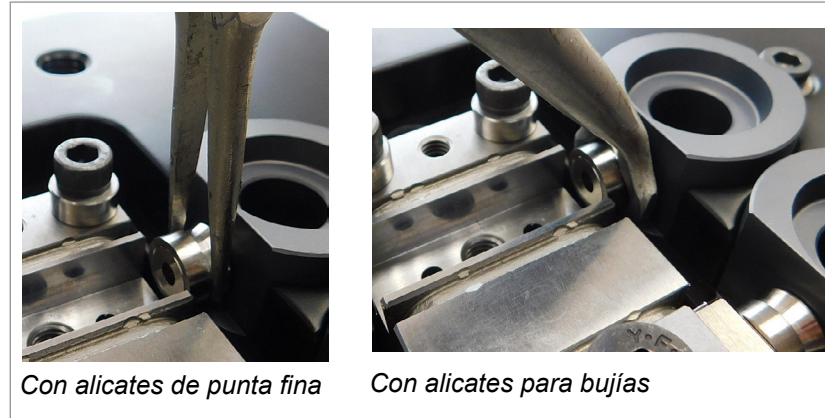

Figura 19-30 Extracción del sello de la compuerta
5. Inserte la herramienta de extracción o los alicates en la ranura del sello de transferencia y gire suavemente el sello de la compuerta para sacarlo de la cavidad. Consulte lo siguiente o la Figura 19-30.